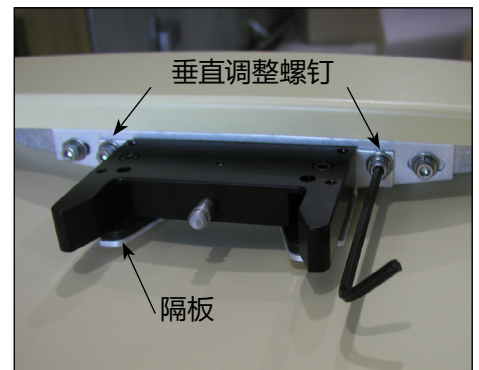

图 12
4. 通过用 $\frac{3}{16}$ 英寸艾伦扳手松开两个垂直调整螺钉并将安装块销钉插入定位销中, 调整安装块销钉的高度 (图 12)。